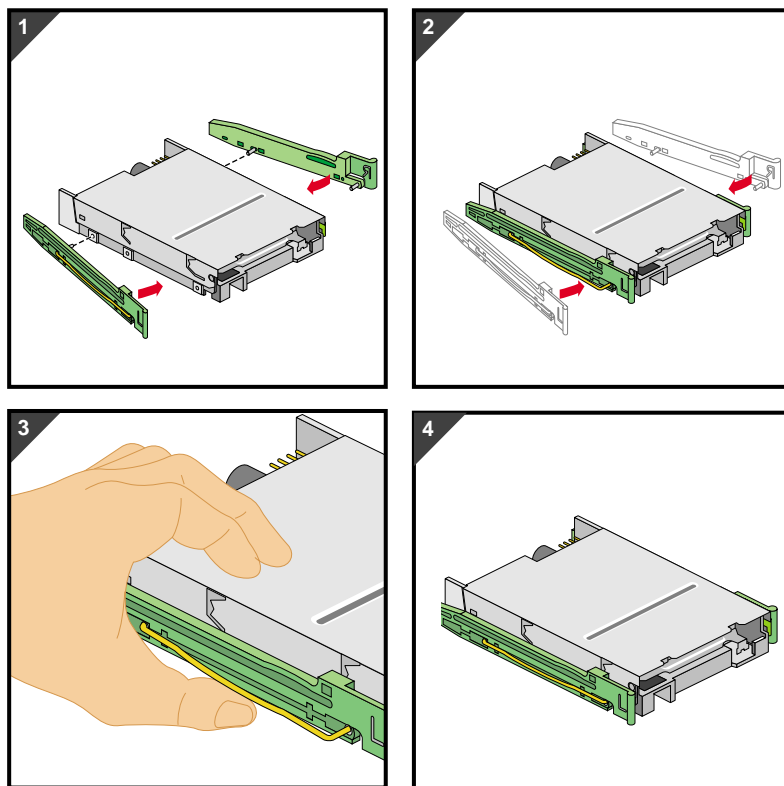

Figura 2-13 Montaje de rieles en unidades de 3,5 pulgadas
3. Los rieles de las unidades de 3,5 pulgadas no son intercambiables. Tienen una marca que indica a qué lado deben colocarse, 'R' (derecha) o 'L' (izquierda). Antes de montar los rieles en la unidad, verifique que el que tiene la marca 'L' esté a la izquierda y el de la marca 'R' a la derecha, como se muestra en la Figura 2-13.
4. Para montar un riel en la unidad, coloque un extremo de la presilla de fijación en el orificio correspondiente de la unidad. Presione con suavidad sobre el centro del riel hasta que el otro extremo de la presilla encaje a presión en su orificio. En la Figura 2-13 se muestra el procedimiento.
4. Para montar un riel en la unidad, coloque un extremo de la presilla de fijación en el orificio correspondiente de la unidad. Presione con suavidad sobre el centro del riel hasta que el otro extremo de la presilla encaje a presión en su orificio. Compruebe que los conectores estén orientados hacia el exterior. En la Figura 2-13 se muestra el procedimiento.